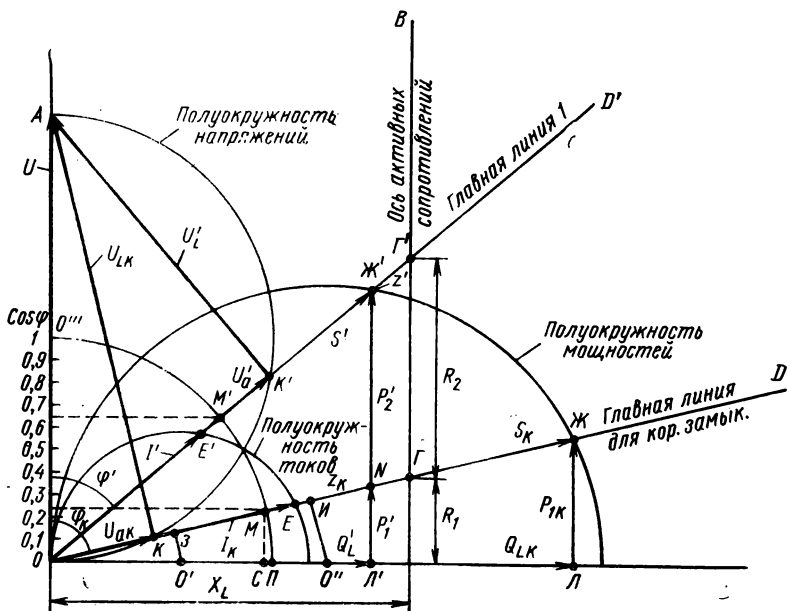

Рис. 2.65
8) по вертикальной оси (рис. 2.65) откладываем вектор напряжения на входе $\overline{OA} = U/m_U$ и на нем, как на диаметре, строим полуокружность напряжений;